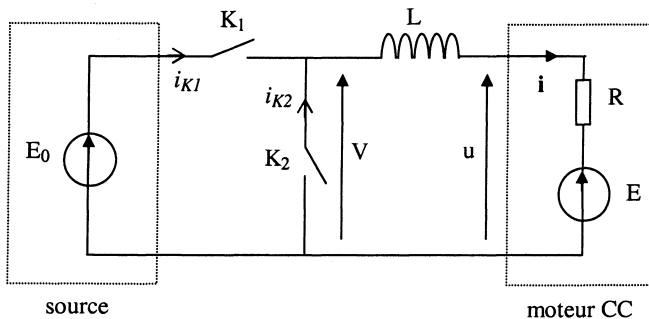

Figure 3
Pour alimenter le moteur à courant continu à partir d'une source (batteries) délivrant une tension continue fixe E_0 , on réalise le montage à deux interrupteurs K_1 et K_2 de la figure 3. Une bobine d'inductance L est placée en série avec le moteur. La résistance de la bobine est négligée.
- 2.2.4.1.** Représenter le circuit électrique (comprenant le moteur à courant continu) qui équivaut au montage de la figure 3 dans chaque phase de fonctionnement ($0 \leq t < \alpha T$ d'une part et $\alpha T \leq t < T$ d'autre part).